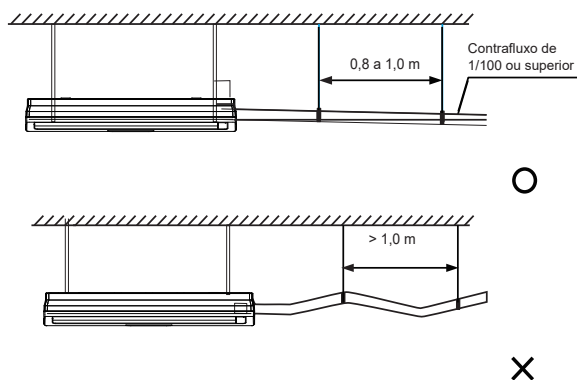

Figura 22
4. A fim de evitar o refluxo de água para o interior do ar-condicionado quando a operação para, durante a instalação, garanta que o tubo de descarga de água incline-se para baixo em direção à parte externa (lado de drenagem) com inclinação de mais de 1/100. Certifique-se de que o tubo de descarga de água não deforme nem acumule água, caso contrário, haverá ruídos estranhos. Consulte a Figura 22.
5. Ao conectar a tubulação de descarga de água, não aplique força para puxar os tubos para evitar que as conexões do tubo de sucção de água se soltem. Ao mesmo tempo, defina um ponto de apoio a cada 0,8 a 1 m para evitar que os tubos de descarga de água deformem. Consulte a Figura 22.